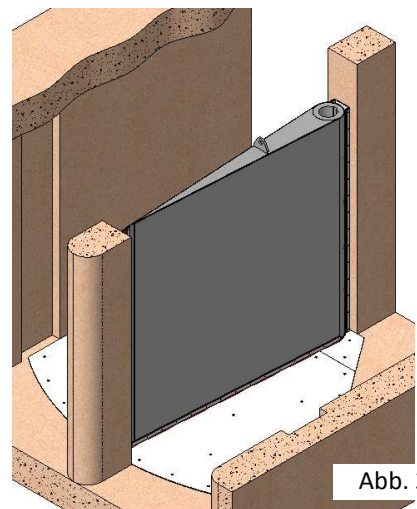

Abb. 3
- Schieberplatte (Nr. 2 in Abb. 18) an der Hebeöse festhalten und mithilfe eines Hebemittels positionieren (Abb. 3). Sicherstellen, dass die Dichtungen des Drehpunkts (Nr. 16 in Abb. 18) ordnungsgemäß auf der Schieberplatte aufliegen (Abb. 4).